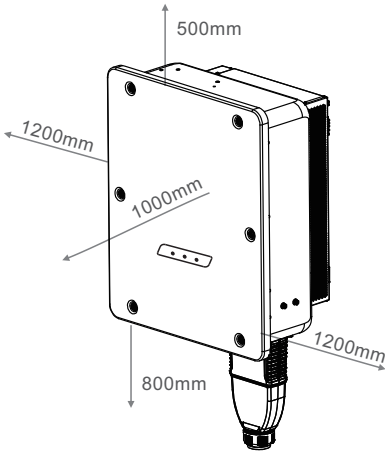

图3.1 逆变器之间的距离要求
- 如果现场安装了多台逆变器，则每台逆变器与其他所有安装设备之间应保持至少1200mm的间隙。逆变器底部至少应为800mm在地面或地板之上（见图3.1）。